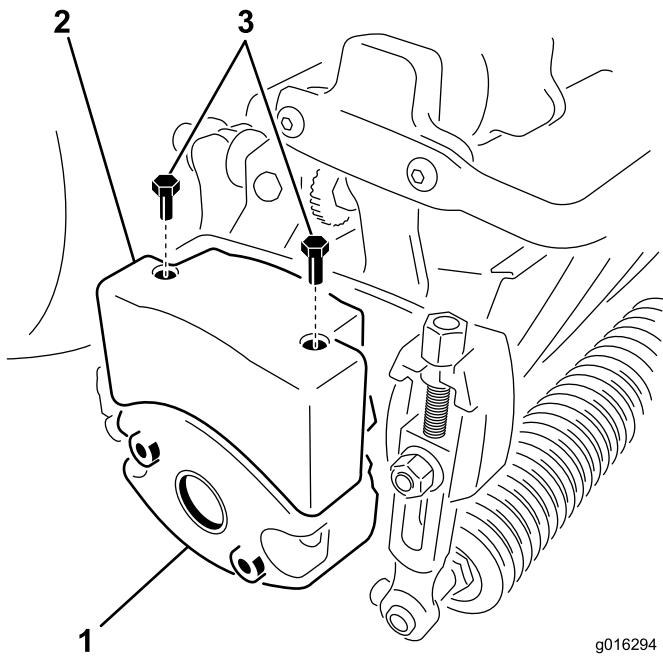

图10
4. 拆下滚刀组一侧用于固定配重块的 2 个螺栓 (图10)。
6. 使用 2 个六角头螺丝, 将上配重块安装到滚刀组配重块上 (图10)。